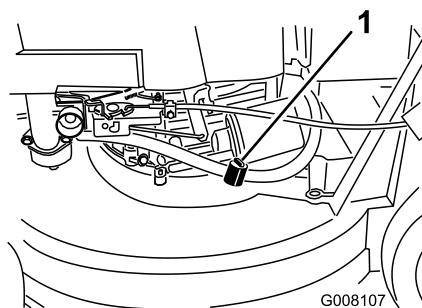

Figura 13
- Aprire la valvola del carburante (Figura 13)